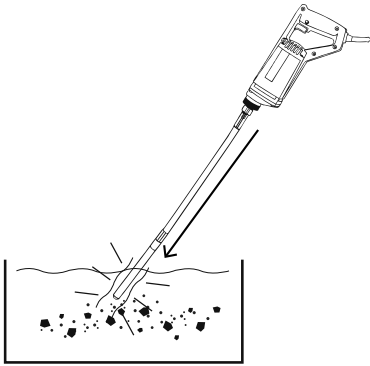

Fig. 5 – Introducción de la boquilla de la manguera en el concreto
8. *Deje la boquilla de la manguera penetrar en el concreto con el su propio peso, Fig. 5. No fuerce la introducción en el concreto. La introducción forzada puede provocar la sobrecarga del motor y también daños en la manguera;*